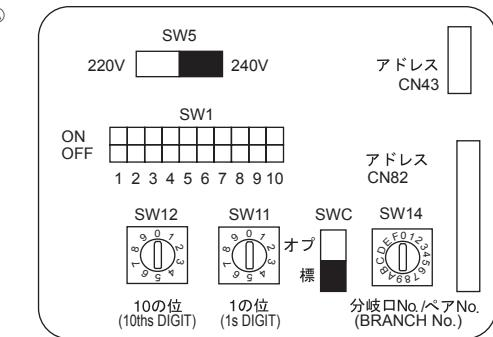

Fig. 7-4
7.5. Adreslerin düzenlenmesi (Fig. 7-4)
7.6. Oda sıcaklığının uzaktan kumanda ünitesindeki entegre sensörle algılanması (Fig. 7-4)